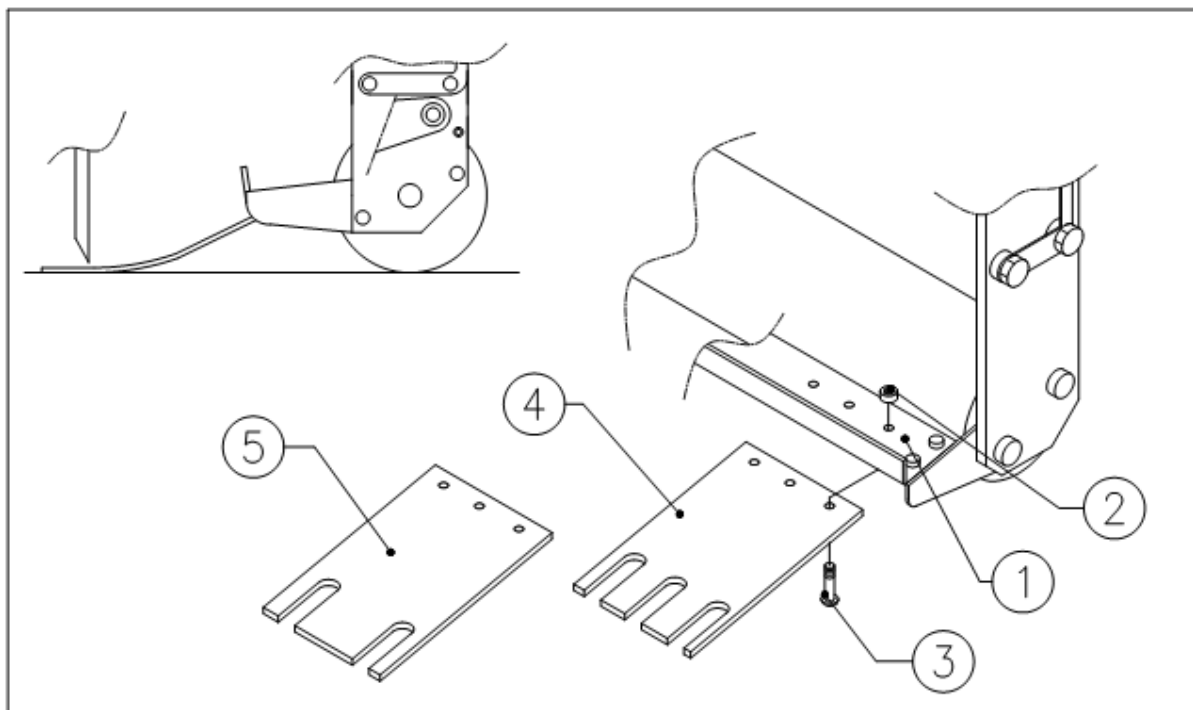

Fig. 12
**MONTERING AF KITTET TIL AT HOLDE GRÆSTØRVEN NEDE (se fig. 12):**